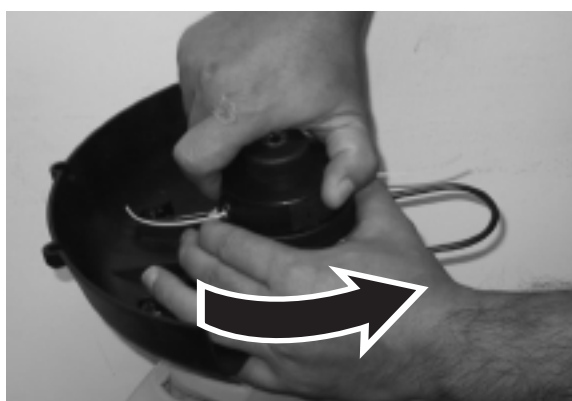
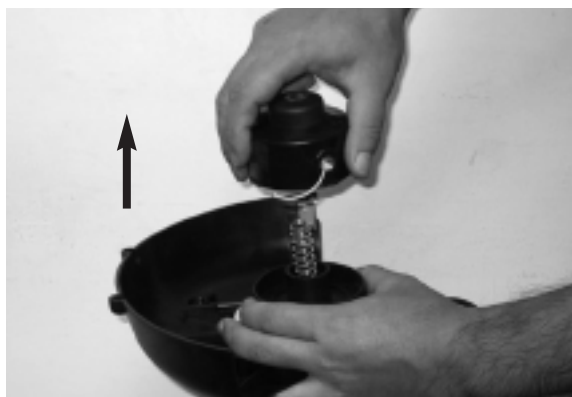

Fig. 18
Fig. 19
2. Demontez l'ensemble bobine du coupe-herbe. Pour ce faire, tenez la partie extérieure cannelée de l'ensemble d'une main, puis poussez vers le bas et faites tourner la tête de bobine de l'autre main pour la déverrouiller. (Fig. 18 & Fig. 19) Le support de bobine et la bobine devraient maintenant se démonter facilement.